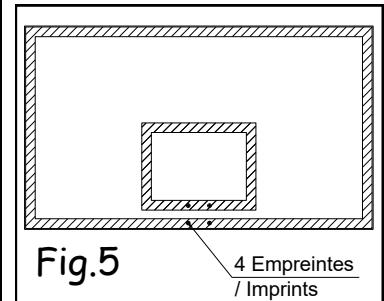

Fig.5
- Percer sur le panneau, les 4 trous de fixation du cercle (indiqués par des croix) à l'aide d'un mèche Ø10 fig5.
- Drill the 4 hoop fixture holes into the board (indicated by crosses) using a Ø10 drill bit fig5.